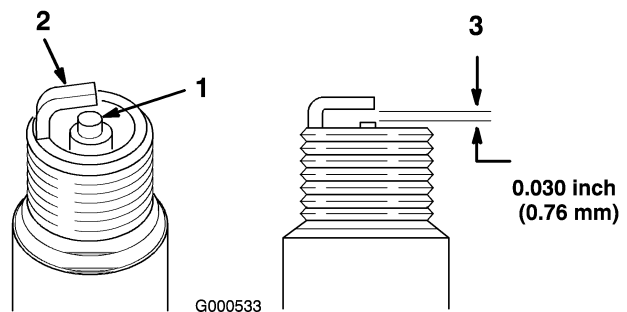

Bild 31
1. Sehen Sie sich die Mitte der Zündkerze(n) an (Bild 31). Wenn der Kerzenstein hellbraun oder grau ist, ist der Motor richtig eingestellt. Eine schwarze Schicht am Kerzenstein weist normalerweise auf einen schmutzigen Luftfilter hin.
2. Prüfen Sie den Abstand zwischen den mittleren und seitlichen Elektroden (Bild 31). Verbiegen Sie die seitliche Elektrode (Bild 31), wenn der Abstand nicht stimmt.